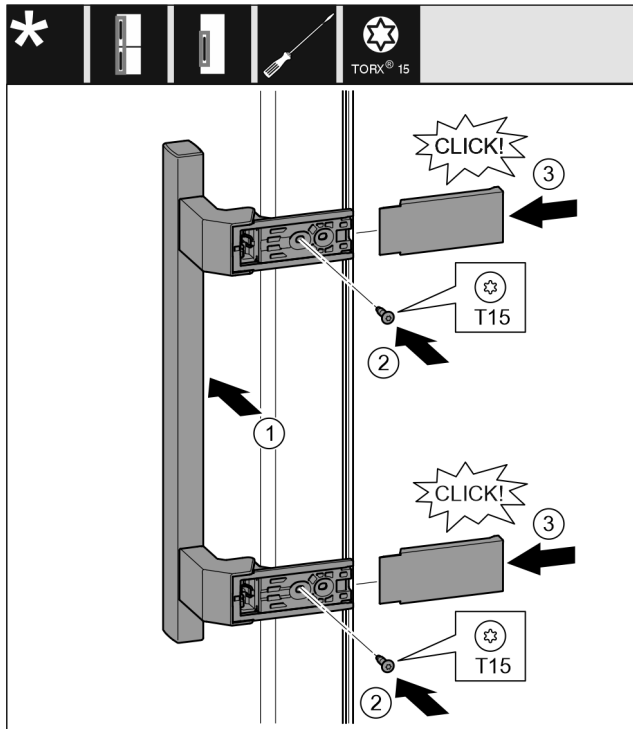

Fig. 40
- ▶ Sätt på handtaget på andra sidan. Fig. 40 (1)
- ▶ Dra åt skruvarna med skruvmejsel T15. Fig. 40 (2)
- ▶ Sätt in skydden från sidan och skjut på dem. Fig. 40 (3)